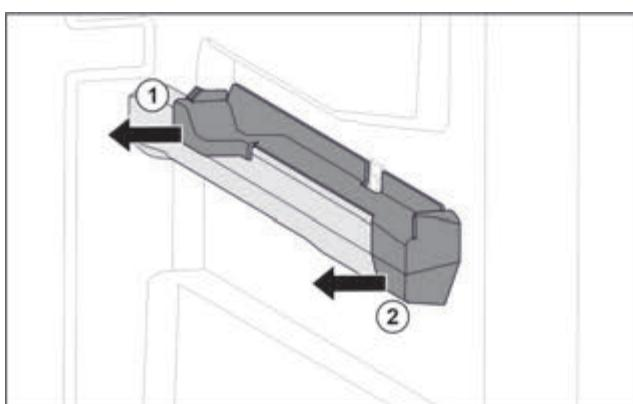

Fig. 33 Вставна частина на правому ребрі для резервуару
- Відсунути вставну частину назад вбік. Fig. 33 (1)
- Відсунути вставну частину вперед вбік. Fig. 33 (2)